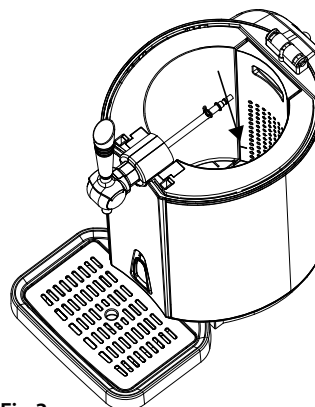

Fig.3
5. Estrarre dall'apparecchio il perforatore con il tubo montante. Versare 800 ml di acqua fredda nella camera di raffreddamento, prestando attenzione al livello massimo (MAX). Nessun altro oggetto dovrà trovarsi nella camera di raffreddamento (fig. 3).